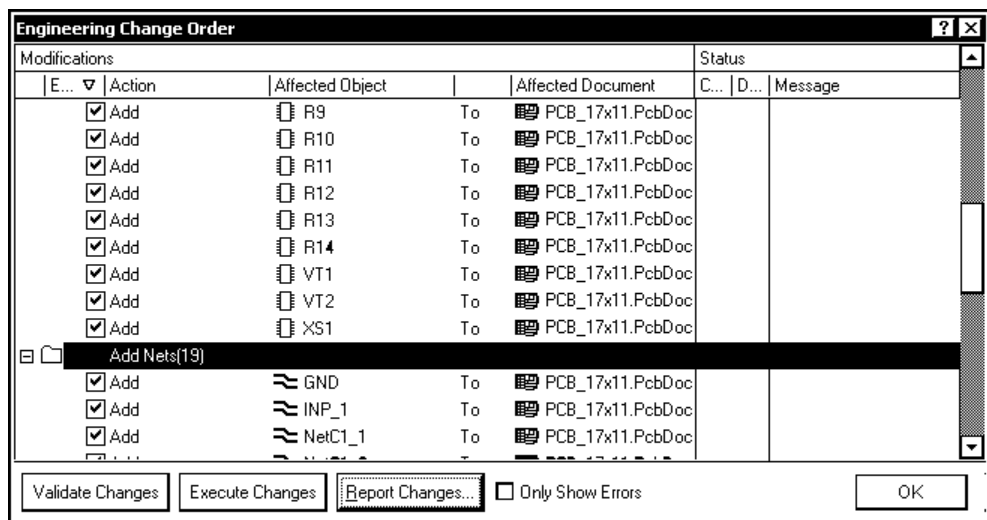

Рис. 5.1. Диалог упаковки схемы на печатную плату
1. Выполнить команду схемного редактора **Design | Update PCB Document** <имя_проекта>.PcbDoc (Восстановить документ печатной платы). Передача схемных данных в редактор печатной платы выполняется как стандартная ECO-процедура. Открывается диалог внесения изменений **Engineering Changes Order** (рис. 5.1).